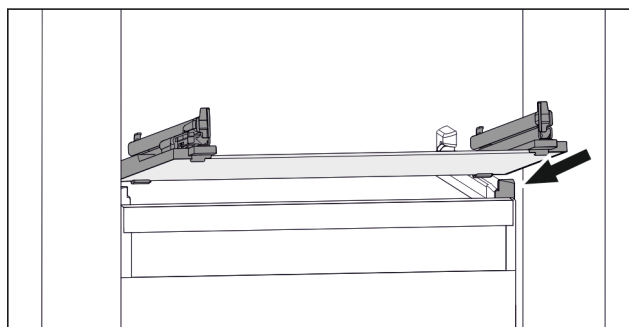

Fig. 72 Príklad zobrazenia sklenenej dosky
- ▶ Nasadte sklenenú dosku šikmo za zádržkami. (pozri Fig. 72)